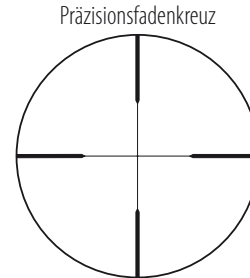

Abb. 3
(1) Fokussieren
- ➊ Schauen Sie durch das Okular, wobei das Auge ungefähr 4 Zoll (10 cm) vom Okular entfernt sein muss, um das Präzisionsfadenkreuz zu sehen (Abb. 3).